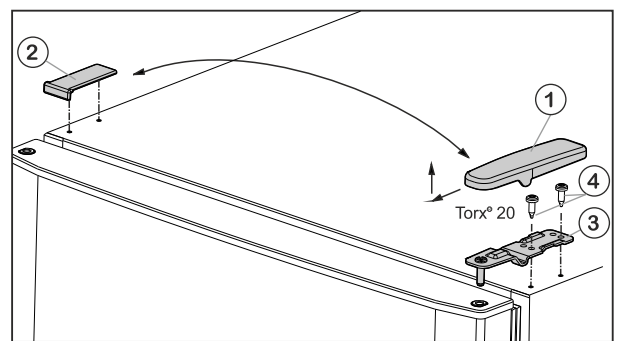

Fig. 5
- ▶ Traukdami į priekį ir į viršų, nuimkite apatinę dengiamąją plokštelę Fig. 5 (1).
- ▶ Nukelkite dengiamąją plokštelę Fig. 5 (2).
- ▶ Nusukite viršutinį guolio spyrį *Fig. 5 (3)* (2 kartus Torx® 20) *Fig. 5 (4)* ir, traukdami į viršų, išimkite.
- ▶ Viršutinę atraminę gembę *Fig. 5 (3)* įstatykite į duris kitoje lankstų pusėje.
- ▶ **Tvirtai (4 Nm)** priveržkite viršutinį guolio spyrį (2 x Torx® 20) *Fig. 5 (4)*. Prireikus naudokite akumuliatorinį atsuktuvą.
- ▶ Dengiamąją plokštelę *Fig. 5 (1)* uždėkite iš išorės priešingoje pusėje ir užfiksuokite.
- ▶ Dengiamąją plokštelę *Fig. 5 (2)* atitinkamai uždėkite iš viršaus priešingoje pusėje ir užfiksuokite.